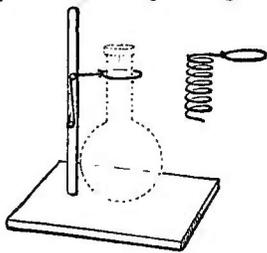

FIG. 16.
7. Supports, pinces pour supporter les ballons, etc. — Pour supporter les ballons, les tubes, etc., on peut fabriquer facilement des supports très simples (fig. 16). La plaque inférieure peut être en bois ou en tôle un peu épaisse. La tige peut être également en bois.
Quant aux anneaux métalliques de différents diamètres pour soutenir les ballons, on les fait en fil de fer galvanisé de 3 millimètres de diamètre et on les dispose soit comme l'indique la fig. 16 à l'aide de petits pitons, soit encore comme l'indique la même fig. à droite en roulant le fil de fer en spirale, les tours étant séparés et l'axe fortement infléchi.